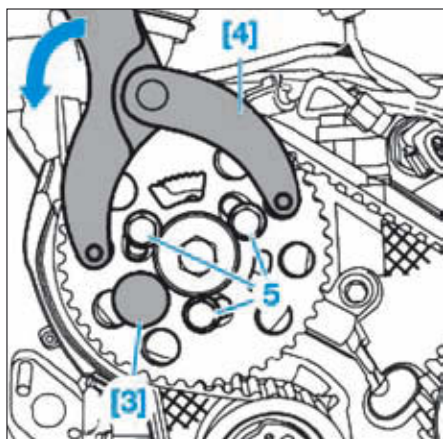

FIG. 10
- [4]. Clé universelle de blocage de poulie et roue dentée (Fig.10).
- Tourner la roue dentée d'arbre à cames avec l'outil [4] dans le sens inverse horaire et maintenir le pignon d'arbre à cames dans sa position de précontrainte (Fig.10).